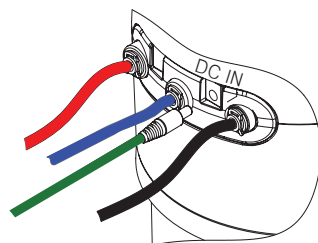

Рис. 12
- Вставьте вилку блока питания в розетку, а штекер, идущий от блока питания, – в разъем на DWM-201 (рис. 12).